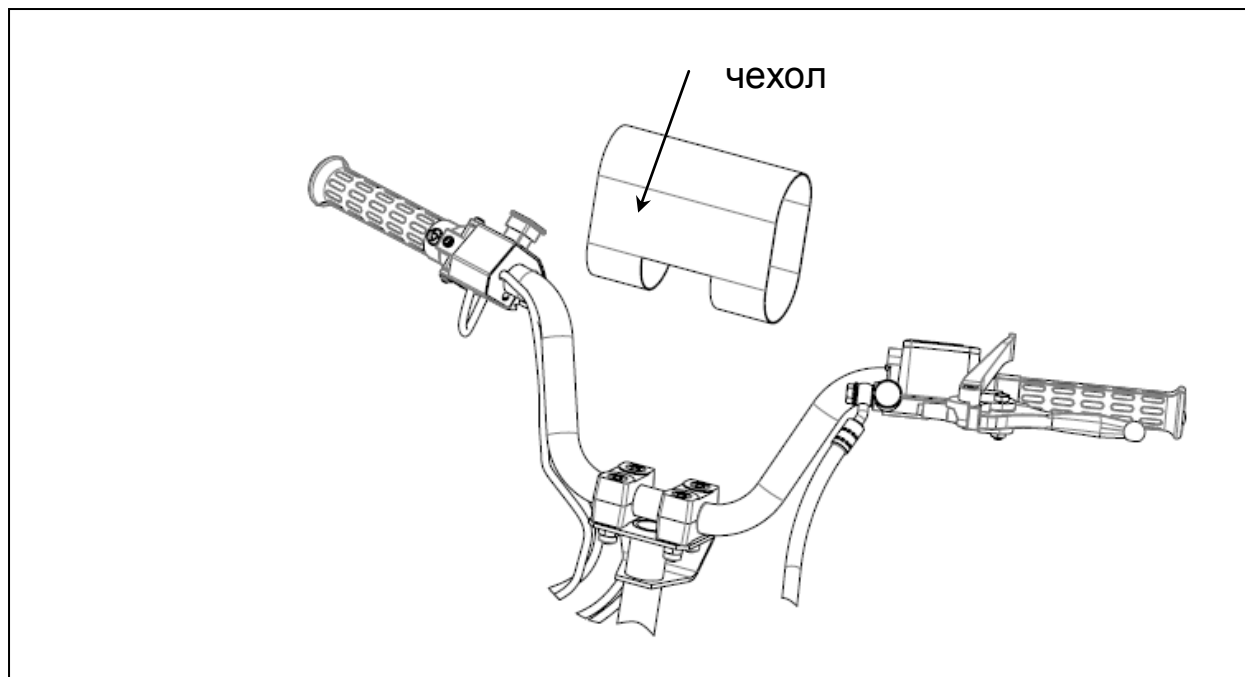

Рисунок 18 - Установка чехла руля снегохода ТАЙГА Варяг 500
- установите чехол руля для снегоходов ТАЙГА Варяг 500 (рисунок 18) и зафиксируйте его на руле снегохода;